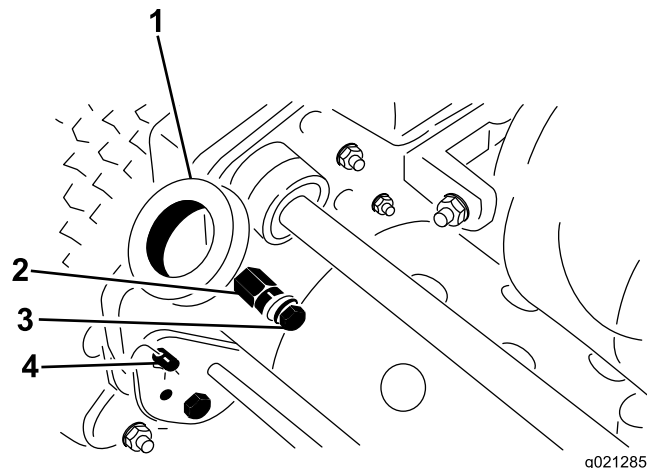

図 2
1. ハンドルアームの下部を機体両側に固定しているボルト、ロックナット、ワッシャを取り外す 図 2。
2. ハンドルアームをフレーム後部に固定しているヘアピンコッターとリングピンを取り外す 図 2。
3. ハンドルの各端をハンドルアームの穴に差し込み、取り付けピンとハンドルの穴を整列させる 図 2。
1. 機体左右のリングピンからヘアピンコッターを抜き取る 図 2。
2. ハンドルを支えながら、左右のリングピンを抜き、ハンドルを希望の高さにセットする 図 2。